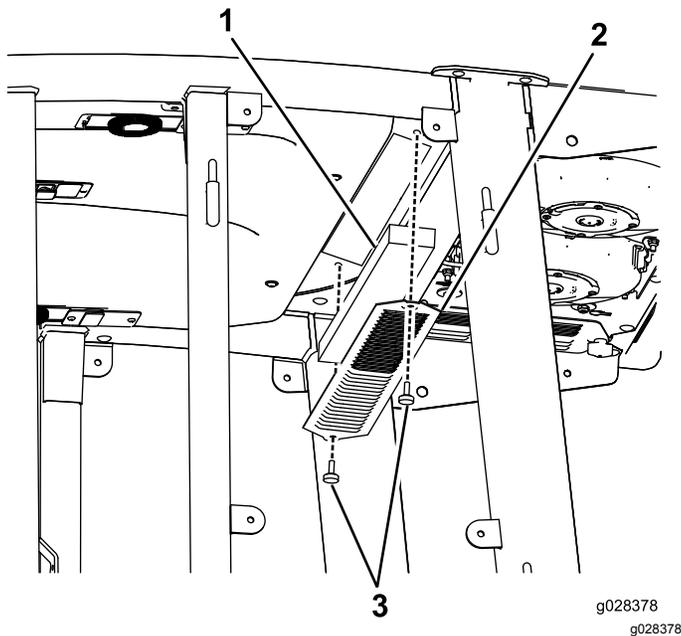
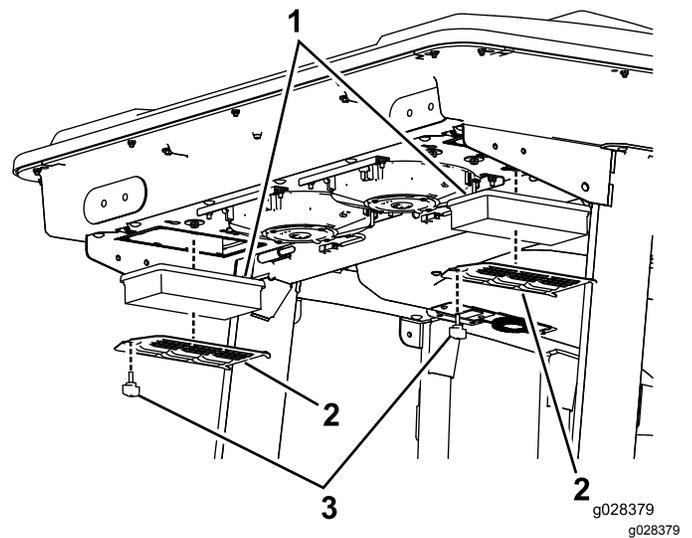
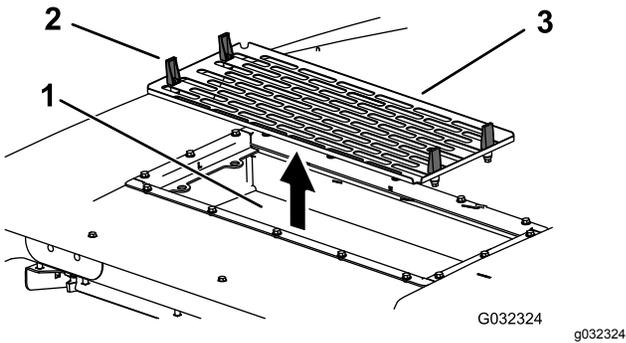

Figura 117
Figura 118
**Figura 119**
1. Retire los tornillos y las rejillas que cubren el filtro interior y el trasero de la cabina (Figura 117 y Figura 118).
- 5. Retire los filtros de aire (consulte Figura 118).
- 7. Instale los filtros de aire, la rejilla y el conjunto del ventilador (Figura 118, Figura 119 y Figura 120).
- 8. Conecte el cable de cada ventilador (Figura 119).